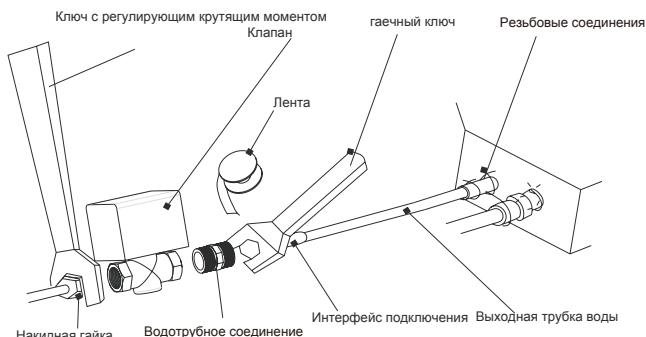

Рис.18
(1) Установка клапана с приводом должна быть выполнена в соответствии с Рис.18. сначала соедините один конец трубного соединения с патрубком подачи воды на блоке, а к другому подсоедините клапан, затем, на конец клапана с электроприводом закрутите конусную гайку. Во время установки, используйте гаечный ключ и ключ с регулирующим крутящим моментом; крутящий момент должен быть в пределах 90 н/м².